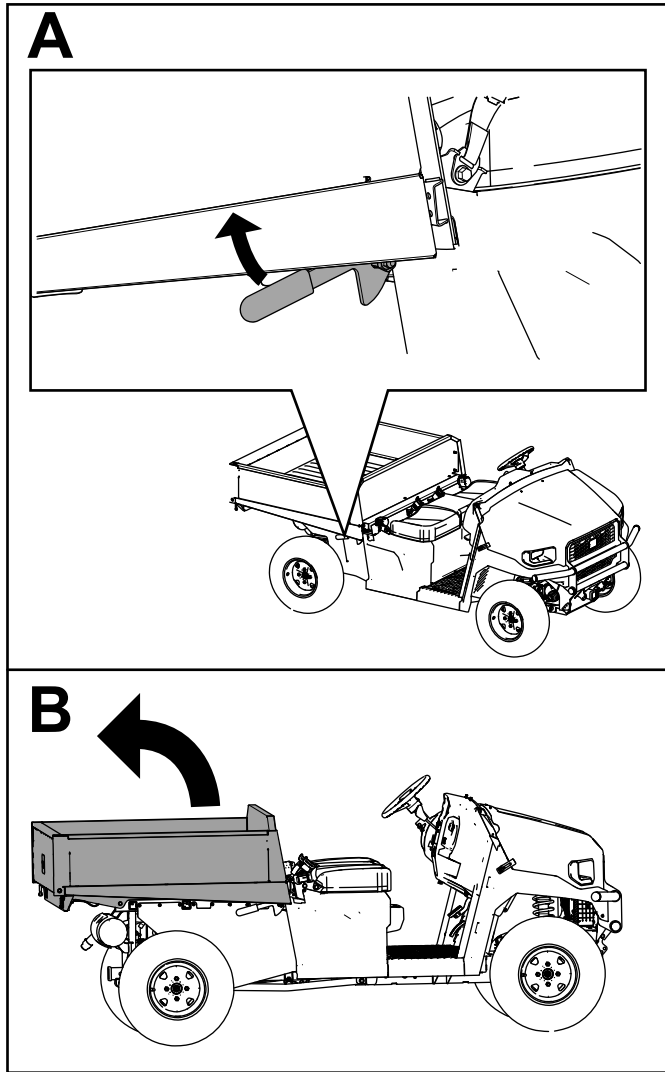

Figura 7
1. Sollevate il pianale (fate riferimento alla Figura 7).